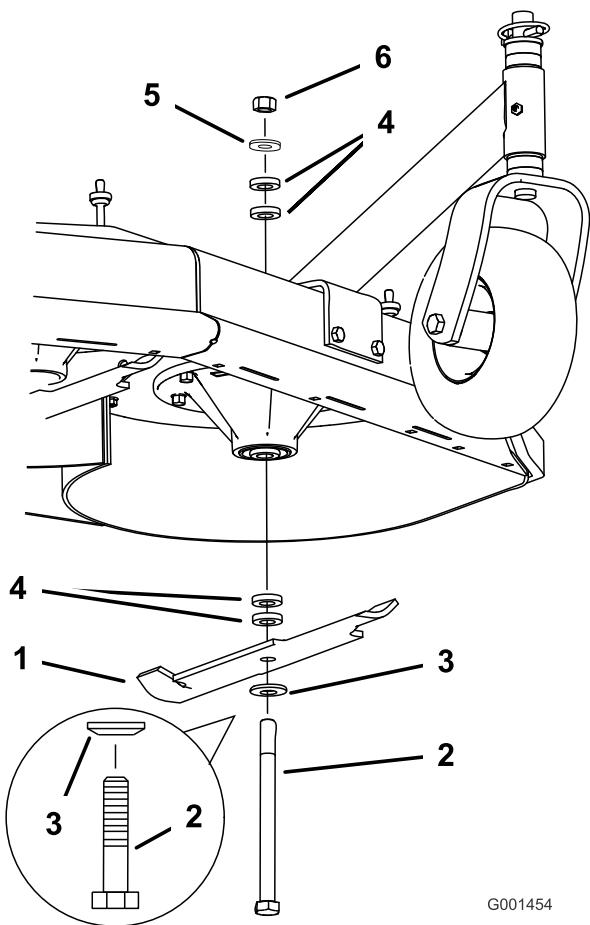

Figura 66
2. Retire la tuerca, el perno de la cuchilla, la arandela curva, la cuchilla, los espaciadores, y la arandela fina del eje (Figura 66).
1. Instale el perno, la arandela curva y la cuchilla. Seleccione el número correcto de espaciadores para la altura de corte deseada, y deslice el perno dentro del eje (Figura 66).
2. Instale los espaciadores restantes, en su caso, y sujetelos con una arandela fina y una tuerca (Figura 66).